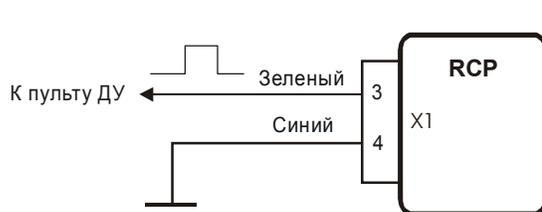
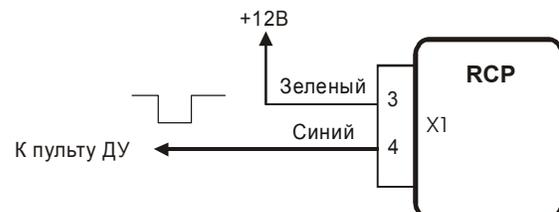

Рисунок 3
Рисунок 4
- Схема управления отопителем импульсом положительной полярности приведена на рис.3, отрицательной полярности – на рис.4